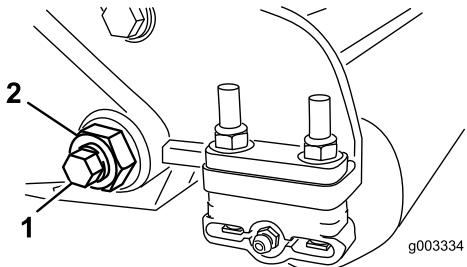

Figure 31
- De chaque côté de la machine, desserrez le contre-écrou de fixation du boulon de la barre d'appui (Figure 31).
- Retirez les boulons de la barre d'appui de façon à pouvoir abaisser la barre et la déposer de la machine (Figure 31). Mettez de côté les 2 rondelles en nylon et